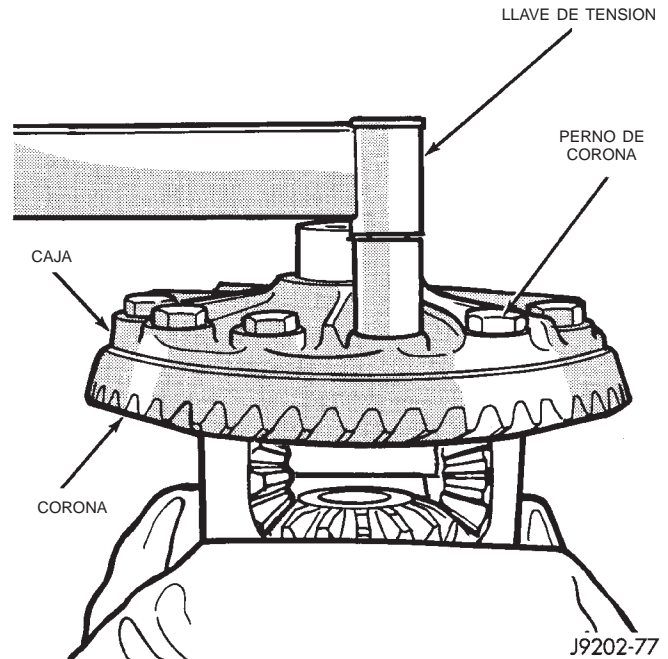

Fig. 49 Instalación de los pernos de la corona
- (1) Invierta la caja del diferencial y comience a enroscar los dos pernos de la corona. Esto permitirá alinear la caja con el orificio del perno de la corona.
- (2) Invierta la caja del diferencial en la mordaza.
- (3) Instale los pernos nuevos de la corona y apriete de forma alterna hasta alcanzar una torsión de 95-122 N·m (70-90 lbs. pie) (Fig. 49).
- (4) Instale el diferencial en la caja del eje y verifique el engranado y patrón de contacto de los engranajes.